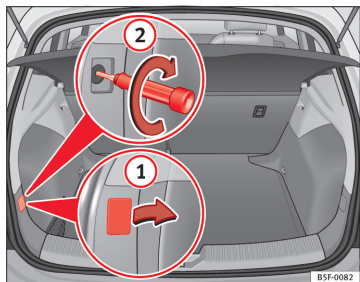

Fig. 143 Coffre à bagages : vis de fixation de feu arrière
- Enlevez le cache à l'aide du tournevis à tête plate au niveau de l'évidement ⇒ fig. 143 ①.
- Desserrez la vis qui se trouve derrière dans le sens contraire des aiguilles d'une montre (flèche) ⇒ fig. 143 ② à l'aide d'un tournevis et retirez-la avec précaution.